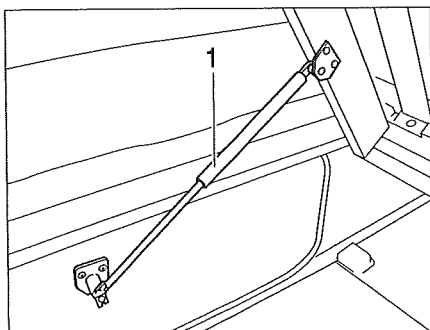

Bild 63 Fast säng
- Lyft ribbotten. Gasfjädrarna (Bild 63,1) håller kvar ribbotten i öppet läge.